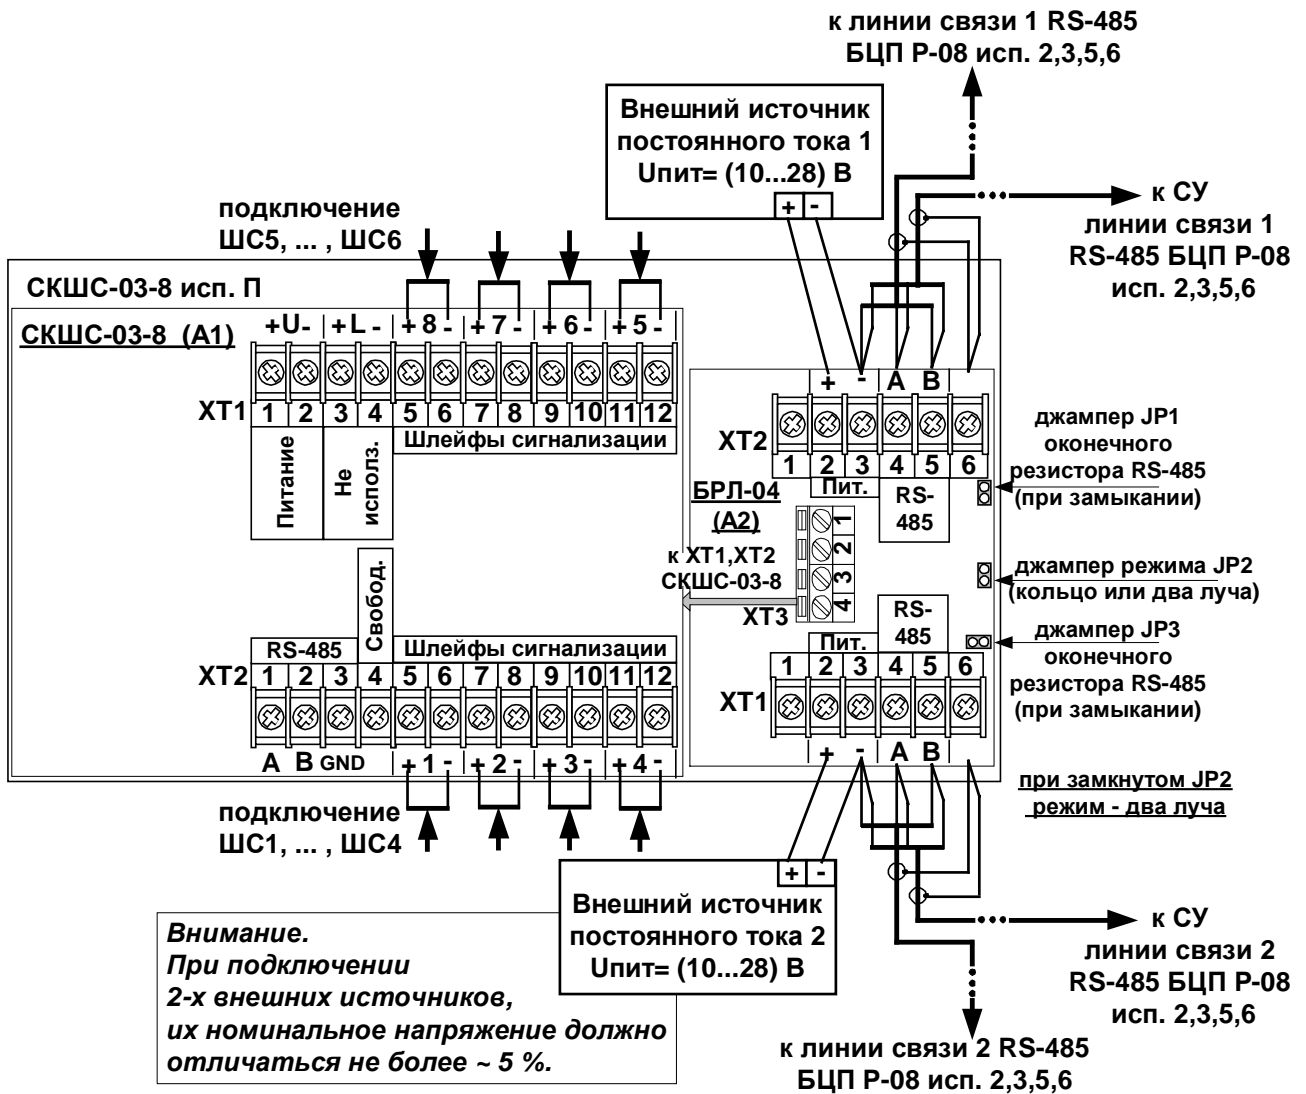
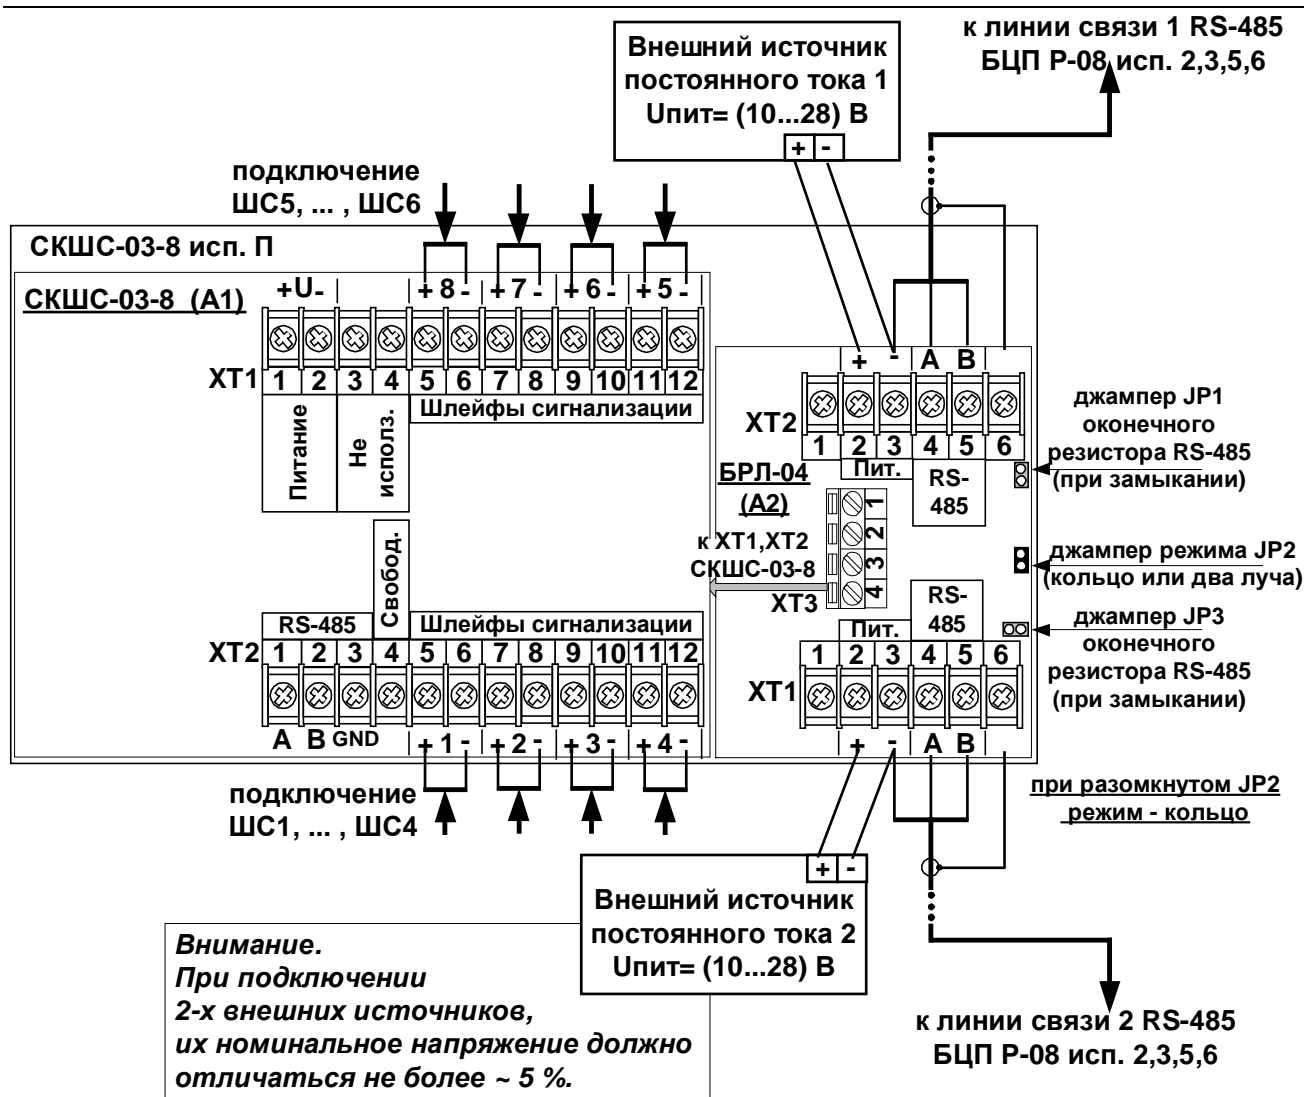
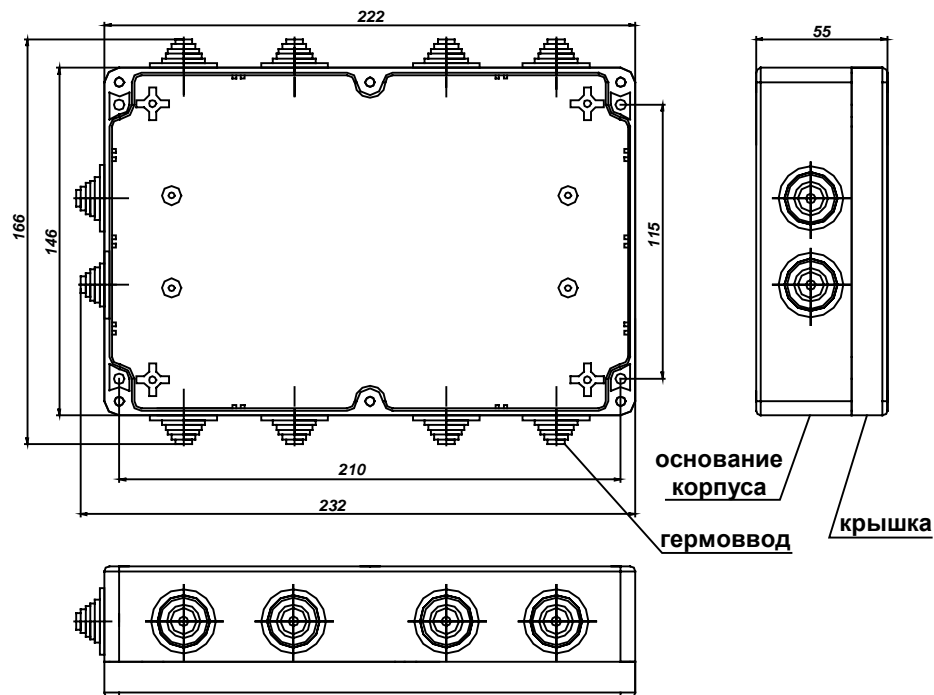
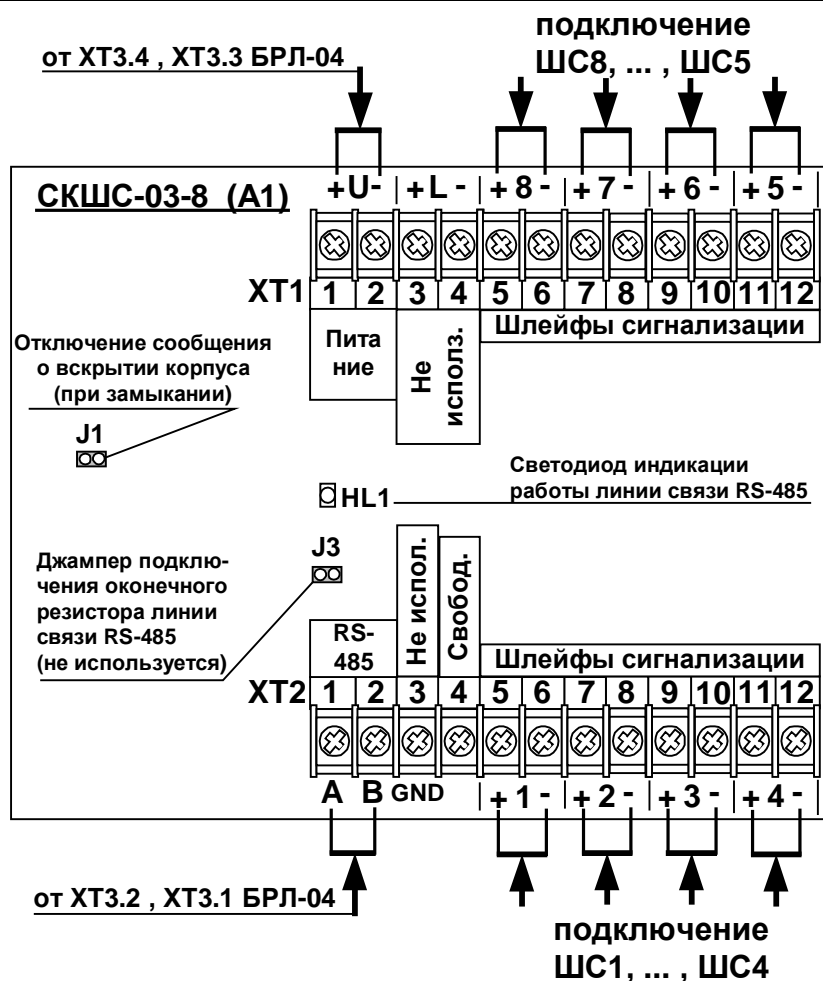

Рис. 1 Применение (подключение) СКШС-03-8 П в режиме двух параллельных линий связи RS-485 (два луча)
Рис. 2 Применение (подключение) СКШС-03-8 П в режиме кольца линий связи RS-485
Рис. 7 Внешний вид, габаритные и присоединительные размеры
Рис. 8 Подключение модуля СКШС-03-8(А1)
1.3 СКШС-03-8 П реализует защиту от единичной неисправности линии связи с БЦП в соответствии с СП484.1311500.2020. Подключение возможно в режиме кольца (Рис. 2) или двумя параллельными линиями связи (Рис. 1).
СКШС-03-8 П состоит из двух модулей СКШС-03-8(А1) и БРЛ-04(А2) см. Рис. 1, Рис. 2, Рис. 8, размещенных в пластиковом корпусе Рис. 7.
Внешний вид и габаритные размеры представлены на Рис. 7 .
5.2. Подключение СКШС-03-8 П к линиям связи с БЦП, источникам питания осуществляется через клеммные колодки, установленные на плате модуля БРЛ-04 Рис. 1 или Рис. 2.
5.3. Подключение к ШС – через клеммные колодки ХТ1 и ХТ2 Рис. 8.